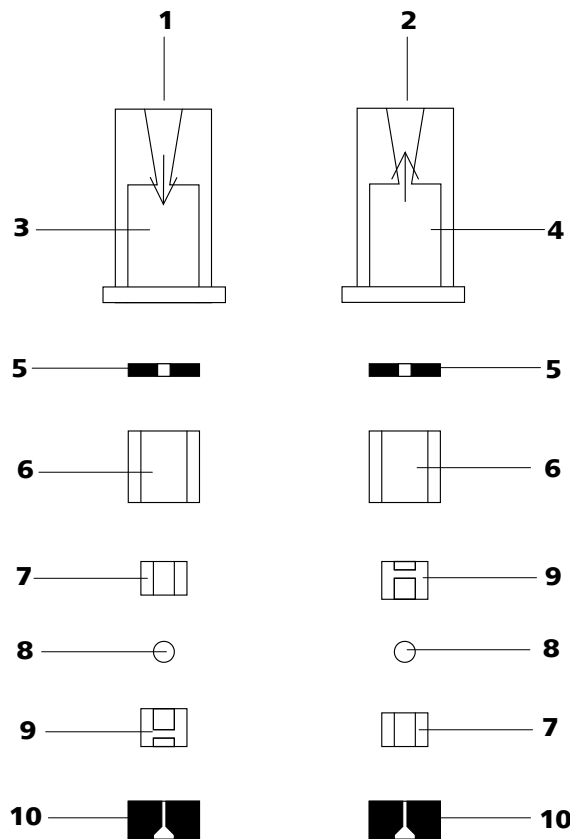

Figure 36 Composants des vannes d'admission et d'échappement
- La vanne d'admission et d'échappement sont composées des mêmes composants qui seulement sont placés différemment (voir Figure 36, page 68).
Recomposer les composants de la vanne *conformément à la figure 36, page 68.*
- Placer les autres composants de la vanne l'un sur l'autre en l'ordre (voir Figure 36, page 68) correct.
Si ce n'est pas le cas, la vanne doit être désassemblée de nouveau et rassemblée correctement (voir Figure 36, page 68).